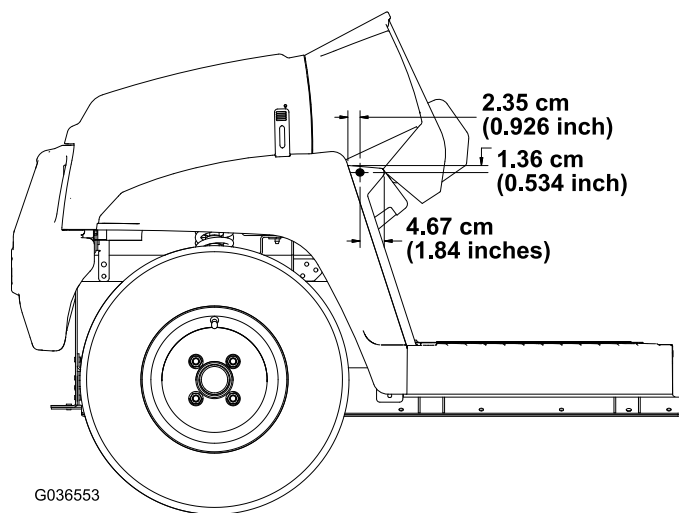

图4
3. 使用图4中所示的尺寸, 在机器左右侧的脚踏板外侧钻 1 个孔 (5/16 英寸)。